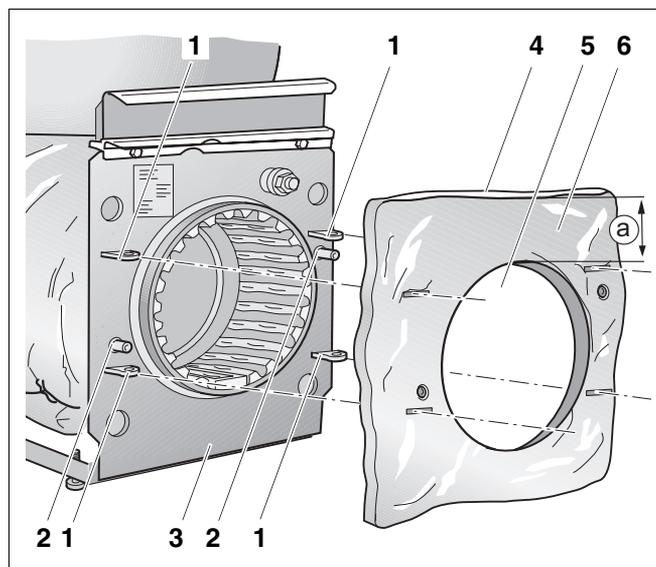

Abb. 13 Vorderwand-Wärmeschutz montieren
Der größere Abstand (Abb. 13, **Abstand a**) des Kreisausschnittes (Abb. 13, **Pos. 5**) zur Wärmeschutzaußenkante (oben – Abb. 13, **Pos. 4**) muss bei der Montage des Vorderwand-Wärmeschutzes nach oben zeigen.
- Montieren Sie den Vorderwand-Wärmeschutz (Abb. 13, **Pos. 6**) so, dass die Gewindehülsen (Abb. 13, **Pos. 2**) und Scharniere (Abb. 13, **Pos. 1**) nicht vom Vorderwand-Wärmeschutz überdeckt werden.
- Vorderwand-Wärmeschutz (Abb. 13, **Pos. 6**) auf die Vorderwand des Heizkessels (Abb. 13, **Pos. 3**) schieben.